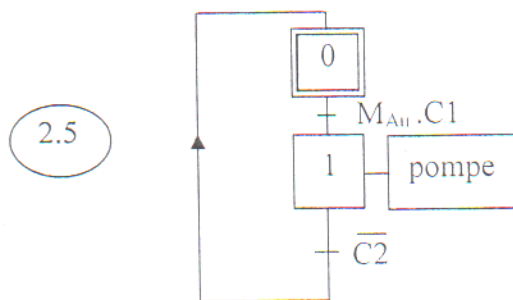

Figure 4 : GRAFCET
2. Le GRAFCET qui représente le fonctionnement automatique du système est donné par la figure 4 :